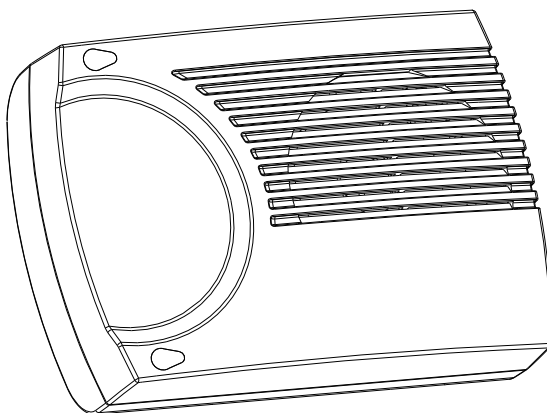

Fig. 1
- 1) Rimuovere i tappi di copertura e svitare le viti (Fig.1).
- 1) Remove the screw caps and release the screws (Fig.1).
- 1) Enlever les bouchons de protection et desserrer les vis de fermeture (Fig.1).
- 1) Retire las tapas que cubren lo tornillos y desenroscar (Fig.1).